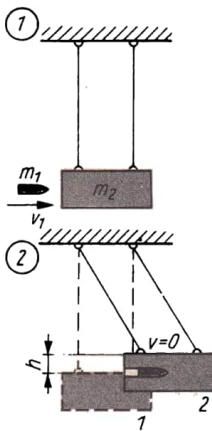

Bild 42
- 3.65** Zur Messung der Geschwindigkeit eines Geschosses (Masse 5,0 g) schießt man dieses in einen pendelnd aufgehängten Holzklotz, der dadurch aus der Ruhelage ausgelenkt wird. Das Geschoß bleibt im Klotz stecken (ballistisches Pendel, Bild 42). Berechnen Sie die Geschossgeschwindigkeit unter der Voraussetzung, daß der Klotz eine Masse von 2,5 kg hat und beim Pendeln eine Höhe von 50 mm über der Ruhelage erreicht.